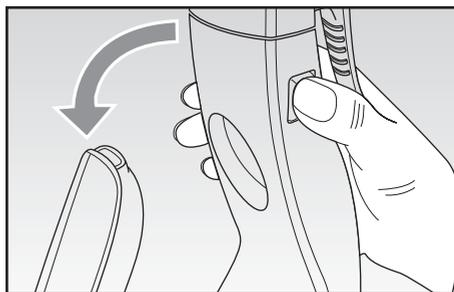

Fig. 7
- Tenendo fermo il manico del corpo dell'apparecchio (K), premere i pulsanti di sbloccaggio (L) ed estrarre l'aspiratore portatile completo di cavo elettrico (Fig. 7).